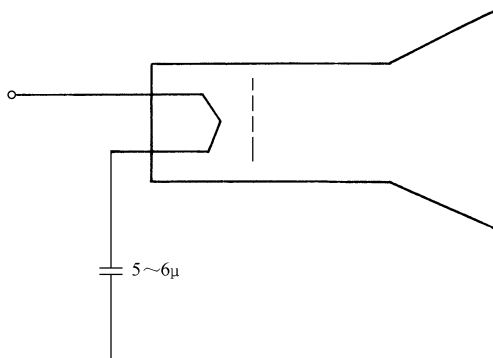

图 3-6 灯丝回路串接电容
6) 在原灯丝回路串接电容。如图3-6所示，将显像管灯丝接地端断开，串入一只 $5 \sim 6\mu\text{F}$ 的无极性电容，以阻止阴极电流通过灯丝短路到地。